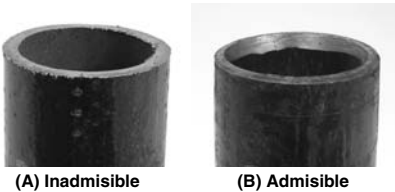

Figura 11 – Método apropiado para, con una preparadora, quitarle el revestimiento exterior a un tubo que está girando
- Mientras sujeta firmemente la taladradora, coloque la Preparadora en posición de limpieza (*Figura 11*). El extremo del tubo debe topar contra la arandela de acero, y la cinta abrasiva, quedar tocando la pared exterior del tubo. Sostenga la taladradora, sin moverla, paralela al tubo y presiónela hacia dentro para que limpie y pula la parte exterior del tubo hasta que la zona donde en el futuro se efectuará una selladura haya quedado convenientemente limpia. No describa una órbita con la taladradora mientras el tubo esté girando. Esta limpieza normalmente toma alrededor de 10 segundos. Limpie o reemplace la cinta abrasiva en la Preparadora cuando sea necesario.